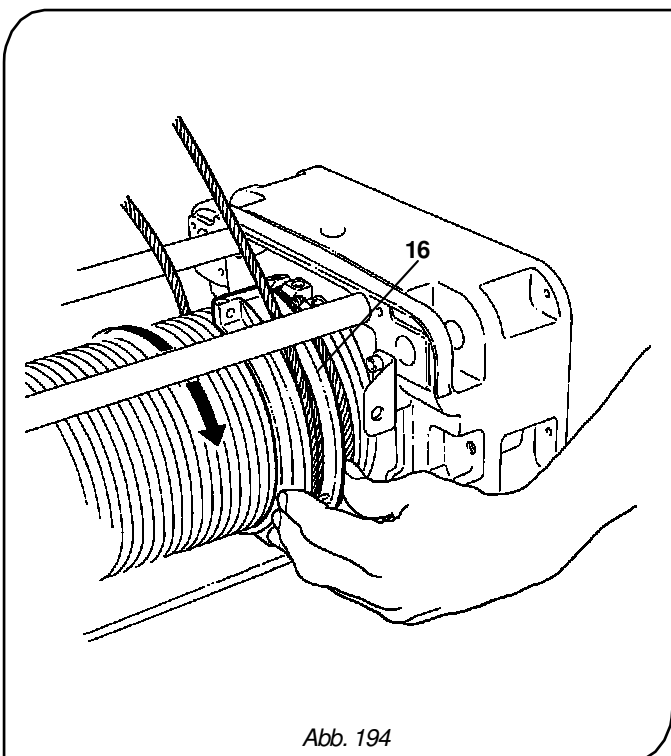

Abb. 194
12. Drehen Sie den Halbring auf der Seilaustrittsseite **-16-**, bis der Seilaustritt nach oben zeigt (Abb. 194).